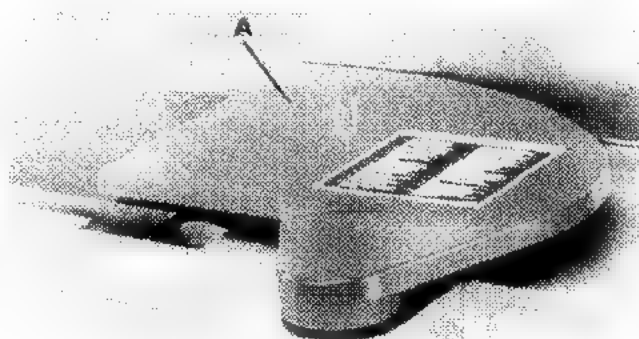

FIGURE 23
2. Retirez la vis sans tête qui retient le garde de la tête de coupe (A) Fig. 23, et retirez le garde de la tête de coupe.